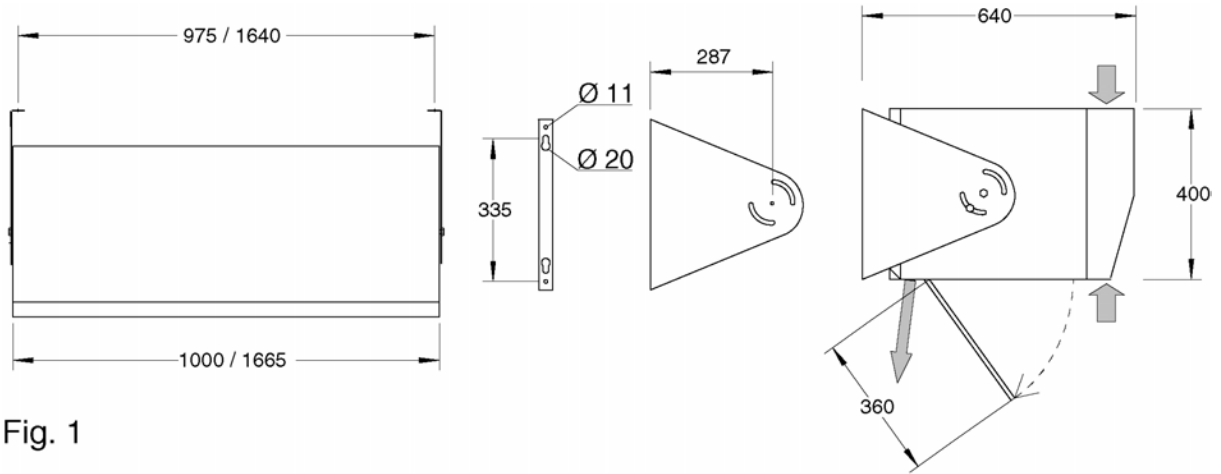

Fig. 1
- Marker og sett opp de medfølgende monteringsbrakettene på vegg eller i tak og heng deretter opp aggregatet i brakettene (fig.1). Aggregatet festes med M10-skruer i